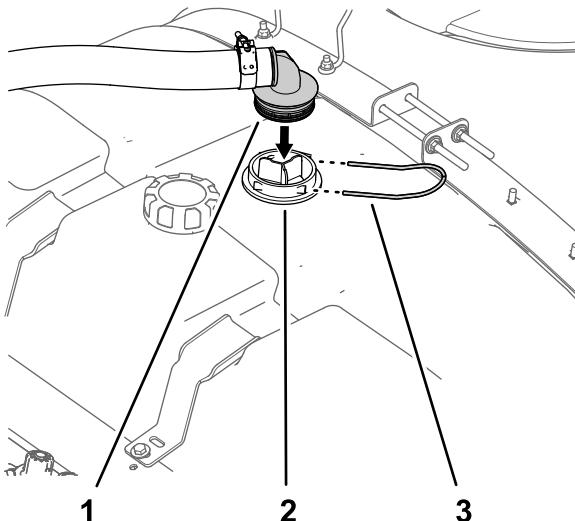

Figura 2
1. En la parte superior del depósito de fumigación, retire la horquilla de retención que sujeta el acoplamiento dentado de 90° de la manguera de aspiración al alojamiento del filtro de aspiración y separe el acoplamiento dentado del alojamiento (Figura 2).
2. Retire el acoplamiento de 90° del alojamiento del filtro de aspiración (**Figura 2**).